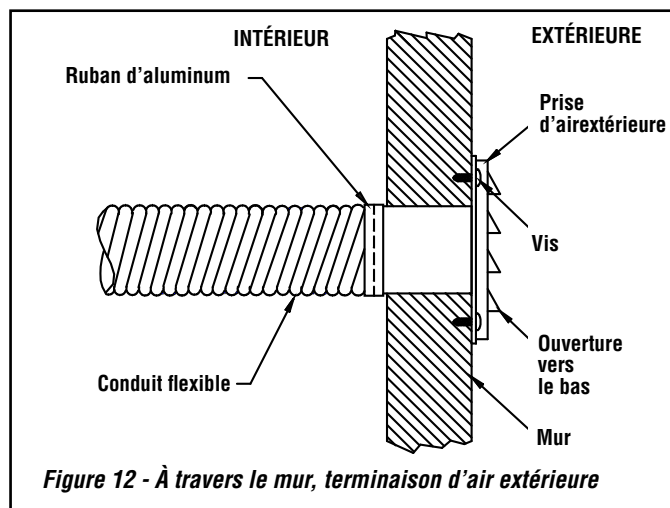

Figure 12 - À travers le mur, terminaison d'air extérieure
- B) Le registre d'admission d'air ne doit pas être installé à plus de dix (10) pieds (3050 mm) au-dessus de la base du poêle.
- Faites une ouverture de 4-1/4 po. (110 mm) dans le mur extérieur de la maison à l'emplacement choisi. De l'extérieur, placez le registre d'air dans l'ouverture (les persiennes ouvertes vers le bas) et fixez le registre au mur avec les vis tel que montré (*voir Figure 12*).
- Fixer la gaine sur la prise du poêle (*voir Figure 12*). En vous servant du ruban d'aluminium (inclus), enroulez le ruban autour du joint entre le conduit flexible et les entrées d'air.